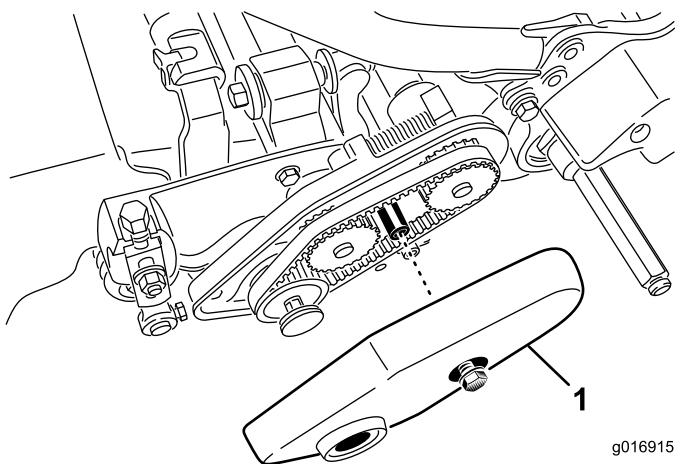

Figura 20
2. Solte o parafuso flangeado que fixa cobertura da correia e retire a cobertura da correia para expor a correia (Figura 20).